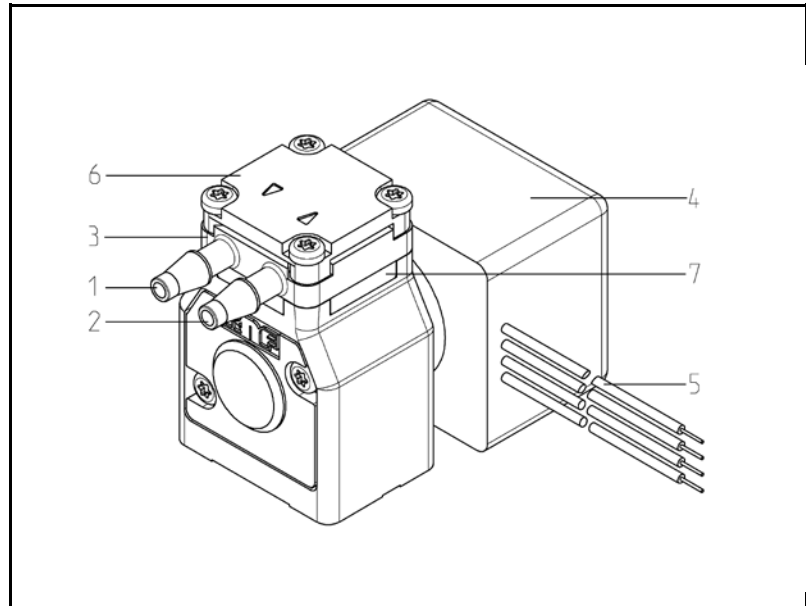

Fig. 1: Membran-Flüssigkeitspumpe NF 5
* Der Pumpenkopf besteht aus Zwischen- und Anschlussplatte (Fig. 1)